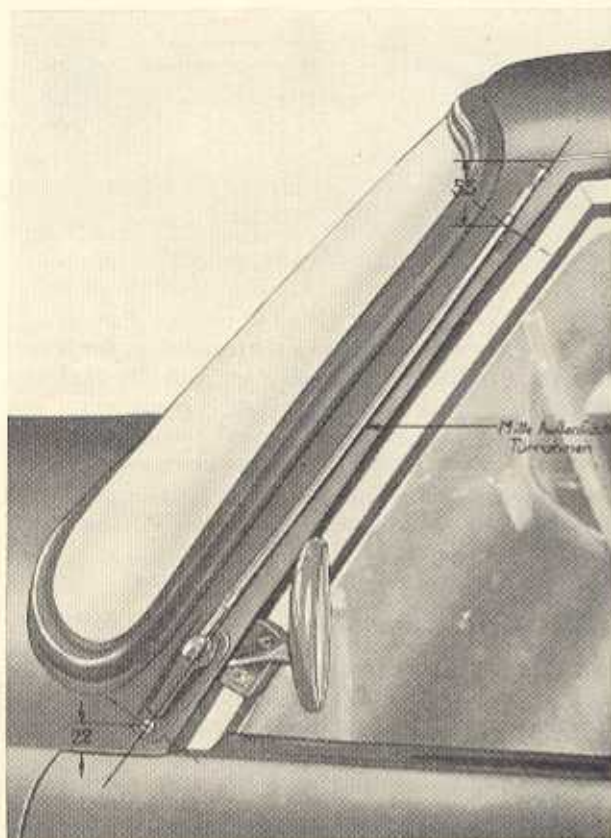

Bild E 38. Anbaumaße für die Aufbauantenne
- Anbohren der Türsäule entsprechend der im Bild E 38 angegebenen Maße.